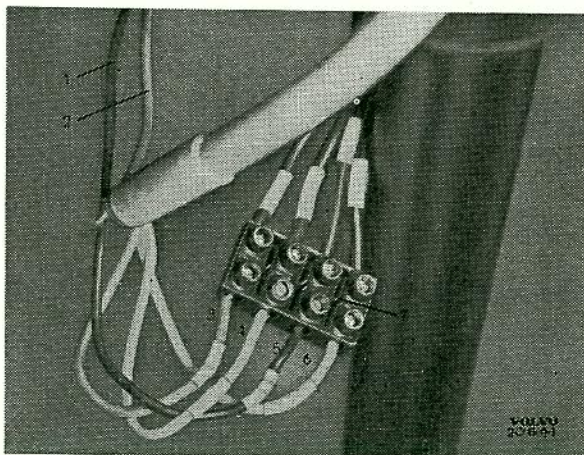

Bild 32. Anslutning för körvisarledning.
4. Koppla loss ledningarna (1 och 2 bild 32) vid blinkdonet, samt ledningarna (3—6) vid skarvstycket (7). Märk upp samtliga ledningarna och var de är anslutna.